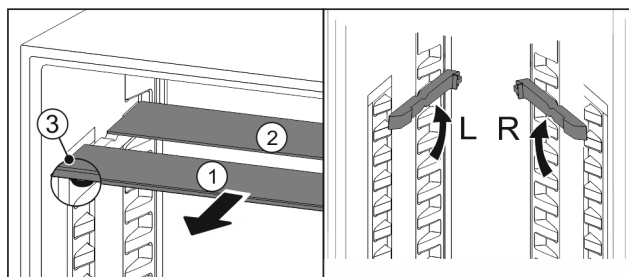

Fig. 177
- Izvucite Fig. 177 (1) staklene ploče jednu po jednu prema naprijed.
- Staklena ploča Fig. 177 (1) s ukrasnom letvicom nalazi se sprijeda.
- Zaustavljači Fig. 177 (3) su usmjereni prema dolje.